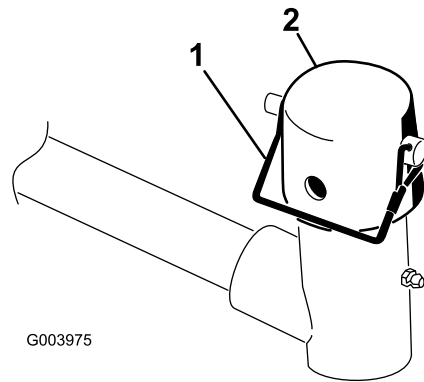

图 9
8. 从提升臂轴轭上拆下锁扣销和中心盖 (图 9)。
注意 如果需要可偏转的滚刀组可使用槽如果需要滚刀组锁定到位可使用孔 (图 9)。